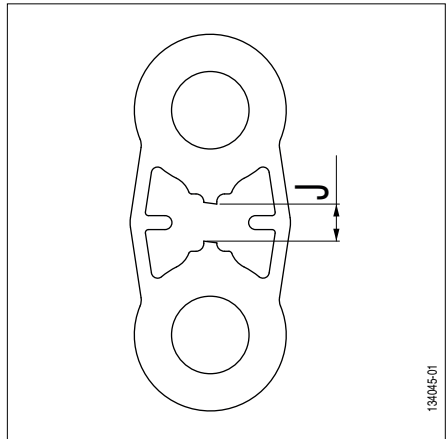
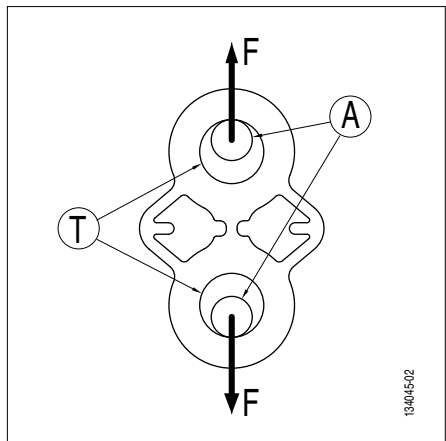
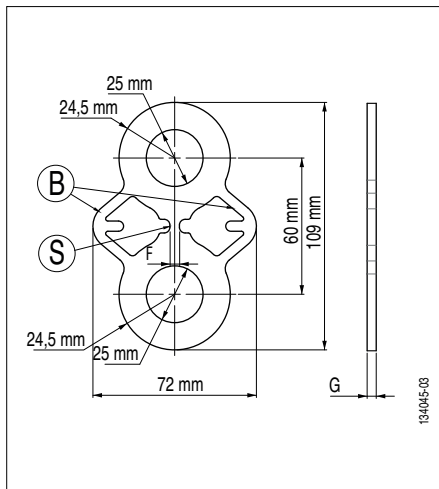
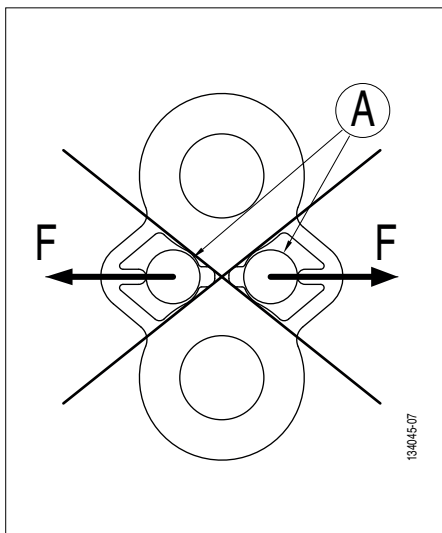

Abb. 1
Abb. 2
Abb. 3
Abb. 5
Die Prüflast ist erreicht, wenn der Mittelteil der Testplatte bricht (Abb. 3, Seite 22, Position S). Ein Paar Haltearme (Abb. 3, Seite 22, Position B) sichern das Zugkraftsystem nach dem Bruch des Mittelteils 'S'.
Ein vollständiges Sortiment an Testplatten TA wurde entwickelt, um die Anschlagpunkte auf Zug zu testen. Die Anschlaglöcher (Abb. 2, Position T) der Platten sind für die Aufnahme hochwiderstandsfester geschweißter Schäkel ausgelegt. Die verschiedenen Testplatten TA sind aus Edelstahl derselben Sorte gefertigt, um den Bruch des Abschnitts (Abb. 3, Seite 22, Position S) mit einer Präzision von +/- 10% gegenüber der auf der Platte angegebenen Bruchlast CR zu garantieren (Kapitel „11 Kennzeichnungen“). Die Haltearme (Abb. 3, Seite 22, Position B) sind so ausgelegt, dass ihre mechanische Widerstandsfähigkeit mindestens der auf der Platte angegebenen Bruchlast CR entspricht.
- Belastung der Testplatte TA (Abb. 2).
- Bei der auf der Platte angegebenen Bruchlast CR (Kapitel „11 Kennzeichnungen“), Bruch des Abschnitts S (Abb. 3, Seite 22, Position S).
→ Dehnung der Platte und Auftreten eines Spiels 'J' zwischen der oberen und unteren Hälfte der Testplatte TA (Abb. 1, Spiel J).
GEFAHR: Wenn der Bediener die Platte nach dem Bruch von Abschnitt 'S' erneut belastet, besteht die Gefahr, dass die Haltearme (Abb. 3, Seite 22, Position B) brechen und die Belastungsvorrichtung abstürzt. Das maximale Spiel 'J' (Abb. 1, Spiel J) darf 15 mm nicht überschreiten.
GEFAHR: Es ist streng verboten, die Schäkelbolzen an den Haltearmen (Abb. 5, Seite 23) anzuschlagen.
- 2) Sicherstellen, dass die Bruchlast-Testplatte TA ordnungsgemäß angeschlagen ist (Abb. 2, Seite 21 und Abb. 5, Seite 23).
6. Anschlagen der Testplatte TA an den Haltearmen (siehe Abb. 5, Seite 23).